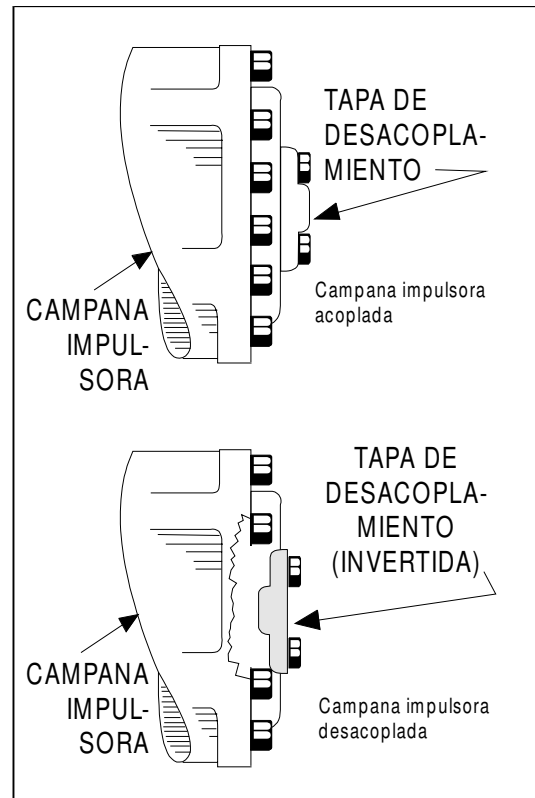

Figura 4-6. Desacoplamiento de la campana impulsora
2. Desconecte las campanas impulsoras invirtiendo la tapa de desacoplamiento. (Ver Figura 4-6.). Después del remolque, haga lo siguiente:
3. Vuelva a conectar las campanas impulsoras invirtiendo la tapa de desacoplamiento. (Ver Figura 4-6.)